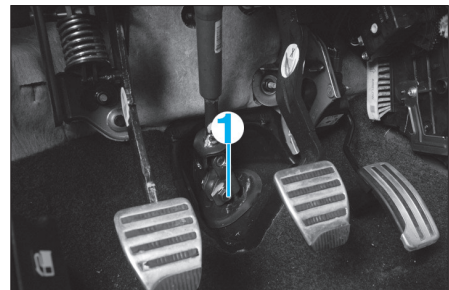

Fig. 9
- la vis (1) de liaison de la colonne de direction sur la crémaillère (Fig.9),